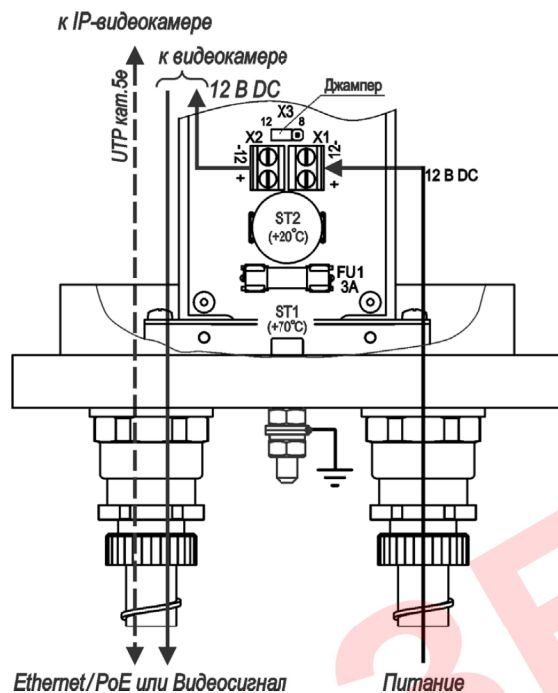

Рисунок 9 – Подключение ТГБ-4Г Ex IIC-12
*** Предприятием-изготовителем в ТГБ-4Г Ex IIC-24/12, ТГБ-4Г Ex IIC-220/12 джампер Х4 (Х7) установлен в положение «25» – мощность обогрева 25 Вт, для изменения мощности на 17 Вт джампер необходимо переставить в положение «17» (см. рисунки 3 и 4), в ТГБ-4Г Ex IIC-12 джампер Х3 установлен в положение «12» – мощность обогрева 12 Вт, для изменения мощности на 8 Вт джампер необходимо переставить в положение «8» (см. рисунок 9).